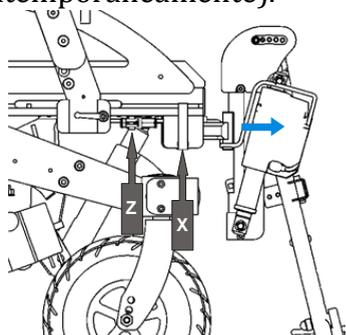

Figura 16
Facendo riferimento alla Figura 16 bisogna allentare il perno (Z) e muovere la pedana all'altezza desiderata. Serrare di nuovo il perno (Z).